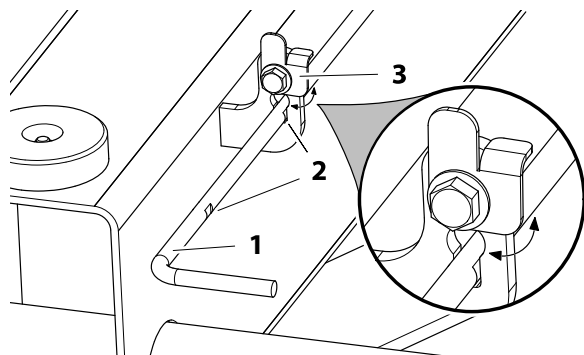

Рис. 6-5. Шток привода предохранительной опоры
2. Поверните прижимную планку штока и отпустите шток привода предохранительной опоры в передней части машины. (См. Рис. 6-5.)